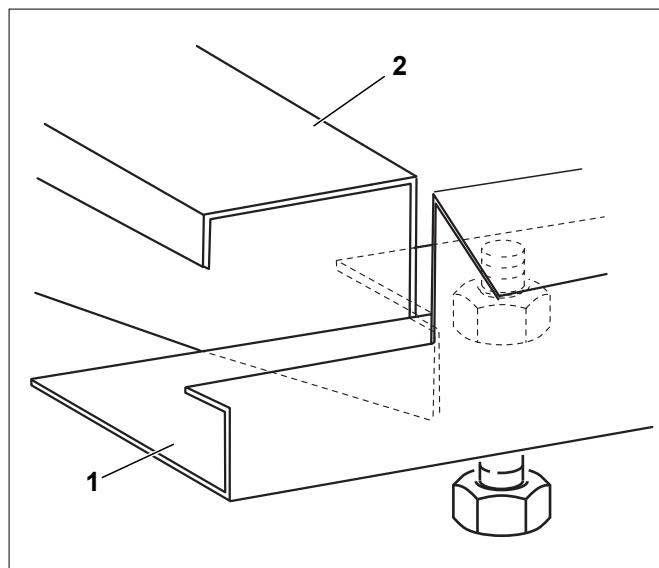

Рис. 39 Продольная планка на поперечной траверсе
- ▶ Установите продольную планку (рис. 39, [1]) с вырезом спереди на вырез попречной траверсы (рис. 39, [2]).